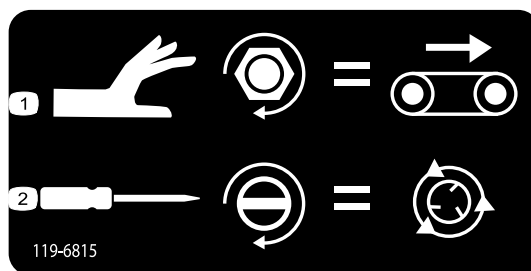

Рисунок 44
- Для регулировки скорости движения транспортера (**Рисунок 44**) необходимо повернуть ручку по часовой стрелке. При отсутствии гидравлического потока используйте максимальную скорость движения
- Для регулировки частоты вращения разбрасывателя (**Рисунок 44**) необходимо использовать отвертку с плоским шлицем. Вращение ручки по часовой стрелке приводит к увеличению скорости, вращение против часовой стрелки – к уменьшению скорости.